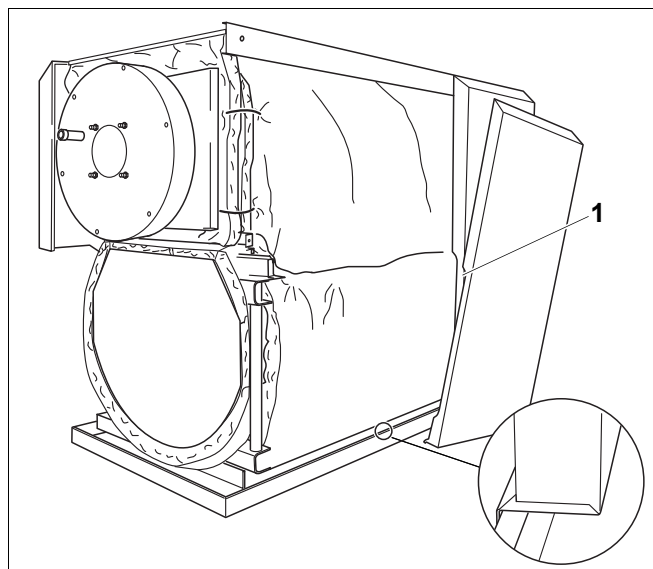

Рис. 14 Установка боковых стенок внизу
- Установите заднюю и среднюю боковые стенки внизу отбортовкой между цокольной планкой и распоркой (рис. 14).
Следите за положением вырезов (рис. 14, **поз. 1**) на боковых стенках: